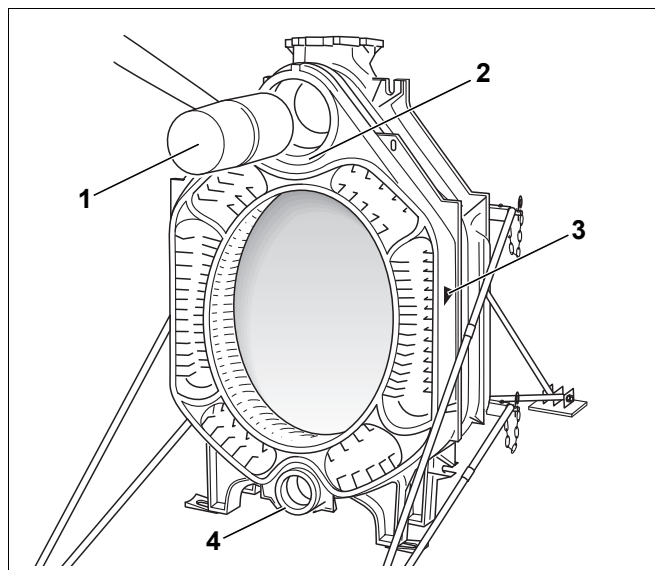

Fig. 18 Fissaggio dell'elemento intermedio
- ▶ Applicare l'elemento intermedio con il mozzo superiore e inferiore (fig. 18, [2] e [4]) sui nipples dell'elemento posteriore, la freccia direzionale (fig. 18, [3]) rivolta all'indietro.
- ▶ Fissare il primo elemento intermedio all'elemento posteriore con un martello in legno o in gomma dura (fig. 18, [1]).